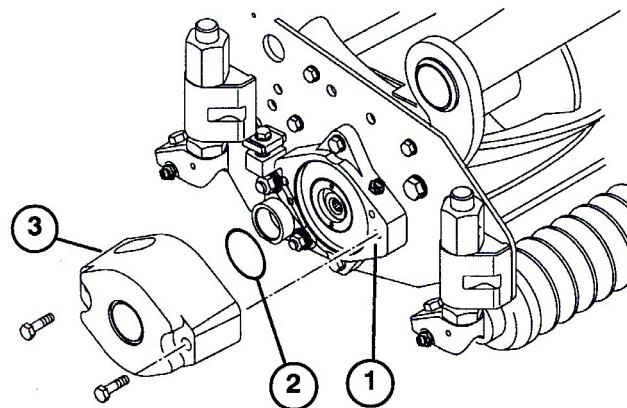

図 7
3. 大きなOリングにグリスを塗り、カッティングユニット両側のペアリングハウジングの溝にそれぞれ取り付ける(図7と10)。
4. 付属のキャップスクリュを使って、各カッティングユニットにカウンタウェイトを取り付ける(図7)。